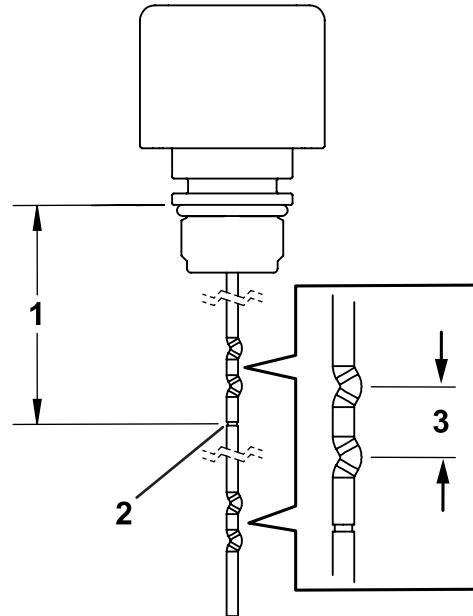

Figura 13
3. Corte a vareta na linha de corte marcada mostrada aqui Figura 13. Certifique-se de que a extremidade cortada fica suave; rebarbe a extremidade, se necessário.